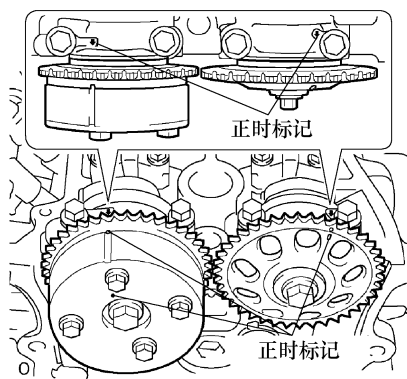

图 1-188 对准正时标记
① 将 1 号气缸设定为压缩行程上止点(TDC)位置。
a. 用扳手转动凸轮轴(使用六角部分的顶部)，使凸轮轴正时齿轮的各正时标记与 1 号以及 2 号轴承盖上的各正时标记均对准，如图 1-188 所示。